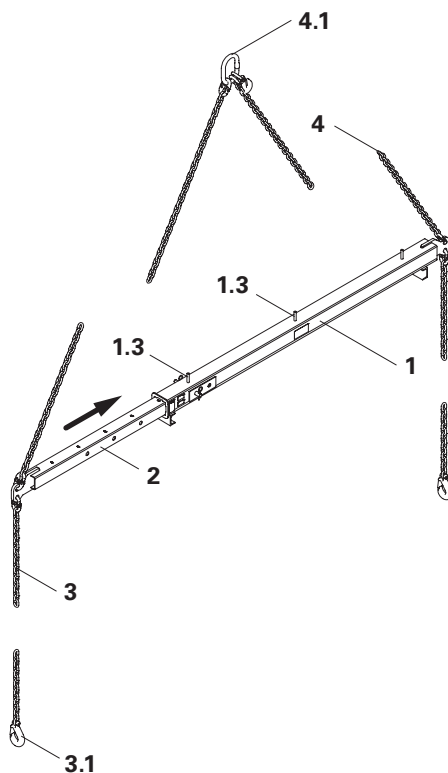
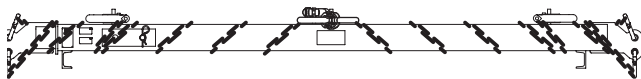

Fig. 15
Fig. 16
1. Se era stata accorciata, distendere la catena dell'imbracatura della gru (4). (Fig. 15)
2. Infilare completamente il tubo interno (2), fissare e bloccare con l'inserto a molla.
3. Avvolgere l'imbracatura della gru (4) intorno al tubo esterno (1) e infilare l'anello di sospensione (4.1) sul perno di fissaggio centrale (1.3). (Fig. 16)
4. Avvolgere l'imbracatura della traversa (3) intorno alla traversa di sollevamento e agganciare i ganci (3.1) ai perni di fissaggio esterni (1.3).